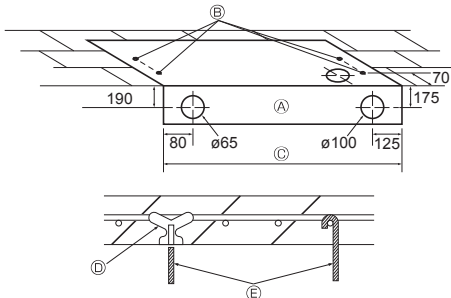

Fig. 3-3
3.2.3. กำหนดตำแหน่งที่จะติดสลักเกลียวสำหรับแขวนและท่อระบายน้ำ (Fig. 3-3)